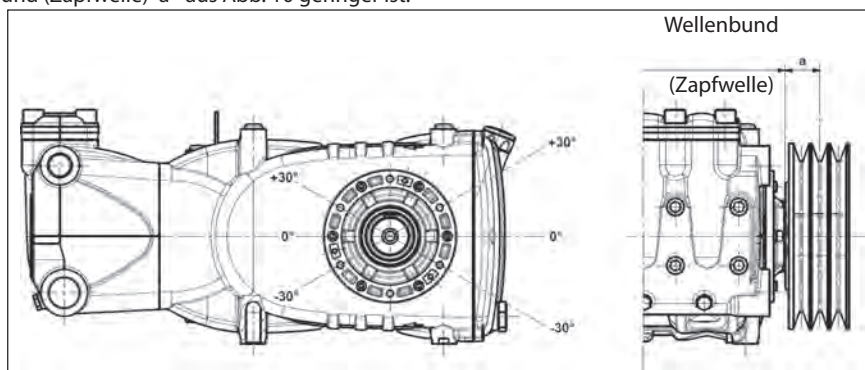

Abb. 10
Der Antrieb gilt als richtig bemessen, wenn die Belastung bei einem maximalen Abstand  $a = 50$  mm vom Wellenbund (Zapfwelle) angewandt wird, siehe Abb. 10.
- b) Verwenden Sie Hochleistungsriemen - zum Beispiel **XPB** statt **SPB** - da hierbei weniger Riemen bei gleicher Leistungsübertragung benötigt werden und der Abstand zum Wellenbund (Zapfwelle) "a" aus Abb. 10 geringer ist.